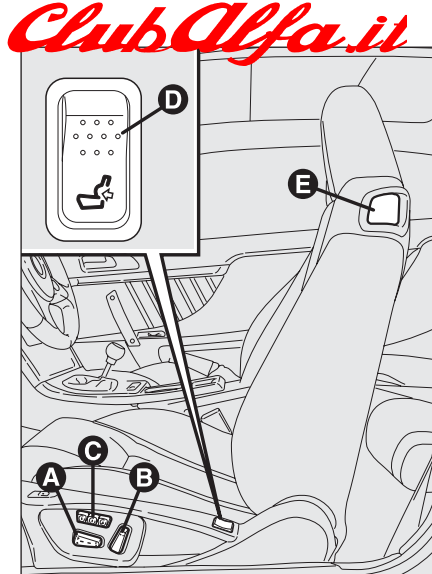

fig. 26
SEDILI CON REGOLAZIONE ELETTRICA (ove previsti) fig. 26
- ☐ mantenere premuto per almeno 3 secondi uno dei pulsanti **C-fig. 26** (vedere paragrafo "Sedili" in questo capitolo).